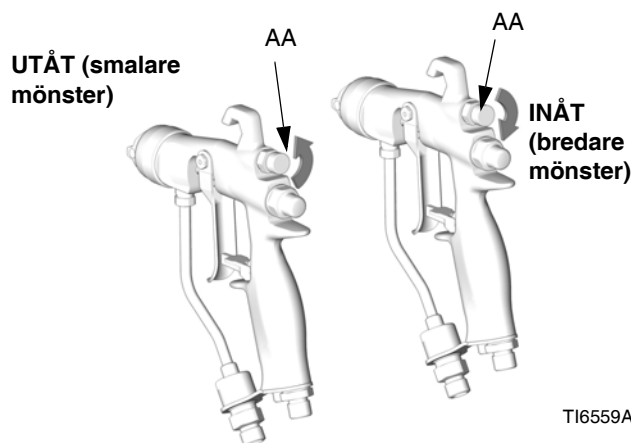

FIG. 6. Mönsterluftratt
1. Se FIG. 6. Stäng av mönsterjusteringsluften genom att vrida ratten (AA) medsols (inåt) så långt det går. Detta ställer in pistolen till det bredaste mönstret.